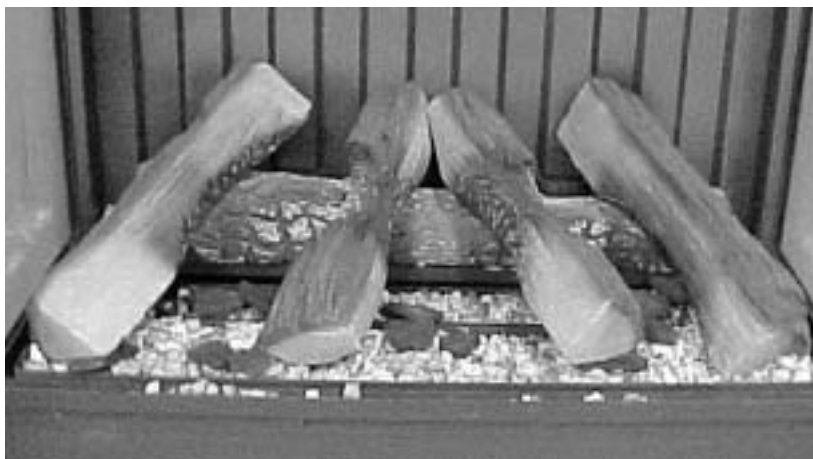

Fig. 5
- Legen Sie danach die übrigen Blöcke ein, wie in Fig. 5 angegeben ist.